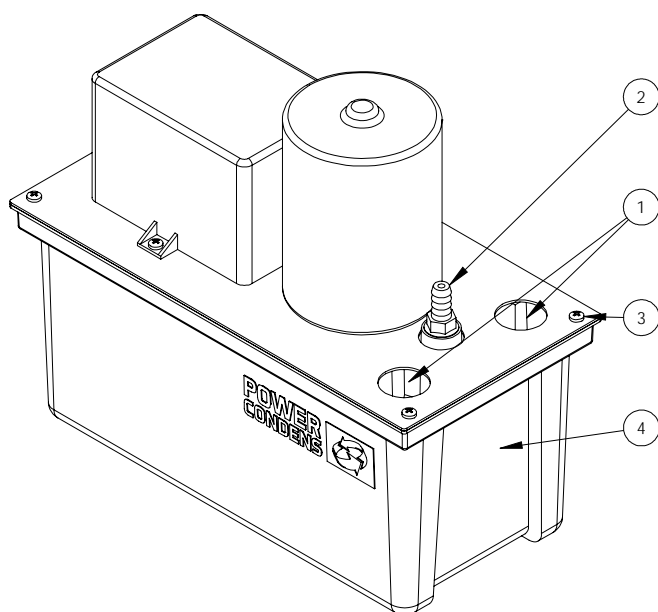

Figure 1 : Pompe à condensat KP 150 / KP 250
- Dévissez les vis (Figure 1, pos. 3)
- L'ouverture d'arrivée des condensats de 28.5mm de diamètre (Figure 1, pos. 1) est située dans le couvercle du réservoir collecteur de condensats. En cas de besoin, une deuxième arrivée (Figure 1, pos. 1) peut être utilisée. Un tuyau de 10mm de diamètre est prévu pour le raccordement du tuyau de refoulement des condensats (Figure 1, pos. 2).
- Raccorder le tuyau d'arrivée des condensats à l'ouverture d'arrivée (Figure 1, pos. 1).
- Raccorder le tuyau de refoulement sur le refoulement des condensats (Figure 1, pos. 2).
- Démontez le réservoir collecteur de condensats (Figure 1, pos. 5) en dévissant les vis et le nettoyer avec une solution d'eau de Javel diluée à 5%.
- Démontez le clapet anti-retour (Figure 1, pos. 2).